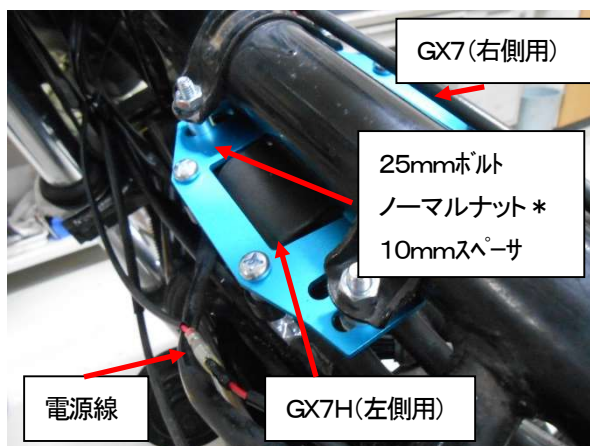
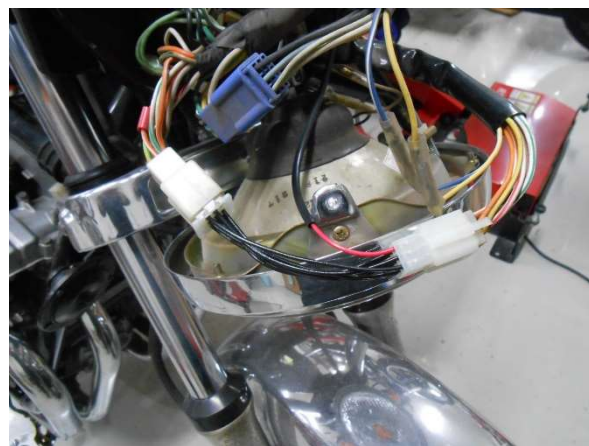

図5、SP2 コイルの装着
図6、電源取だし割込みコネクタの
- ⑤10ページ「プラグコードコネクタ装着方法」に従ってプラグコードを SP2 コイルに装着して下さい。プラグコード / キャップはリーク防止のため、新品又は良品を使用して下さい。
- ⑥ガソリンタンクを外し、ノーマルコイルを外して下さい。SP2 コイルを付属の6 * 25mmボルト * 4、10mmスペーサ * 4、ノーマルナット * 4を使用して装着して下さい(図5)。
- ⑦SP2 コントロールユニットの取付位置を決めてください。スイッチ面に水などが溜まらないように配置して下さい。
- ⑧SP2 コントロールユニット用コネクタの配線を適当な長さでカットし、付属のコネクタを配線図のように取り付けて下さい(図6、7)。